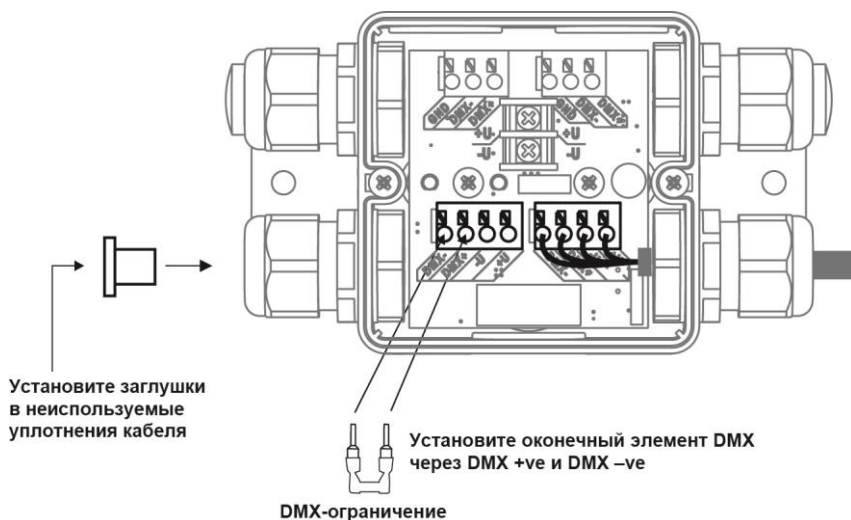

Рис. 30. DMX-ограничение в неиспользованном выходе кабеля осветительной системы
- По завершении подключения к сплиттеру, см. Рис. 30.